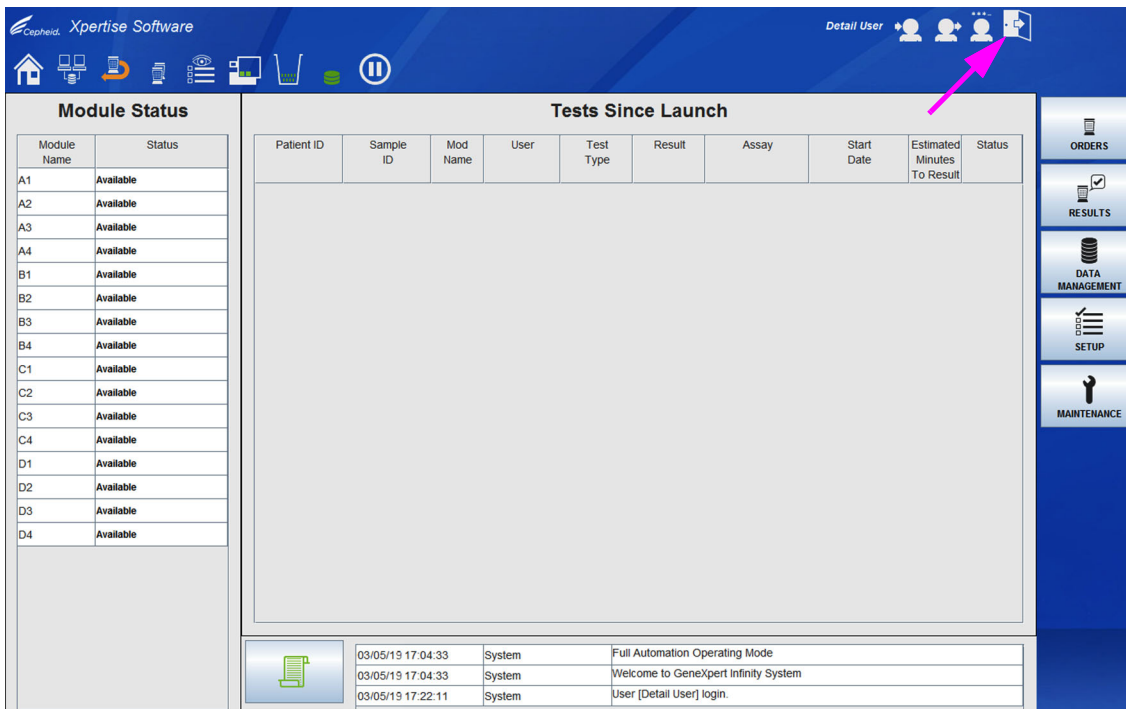
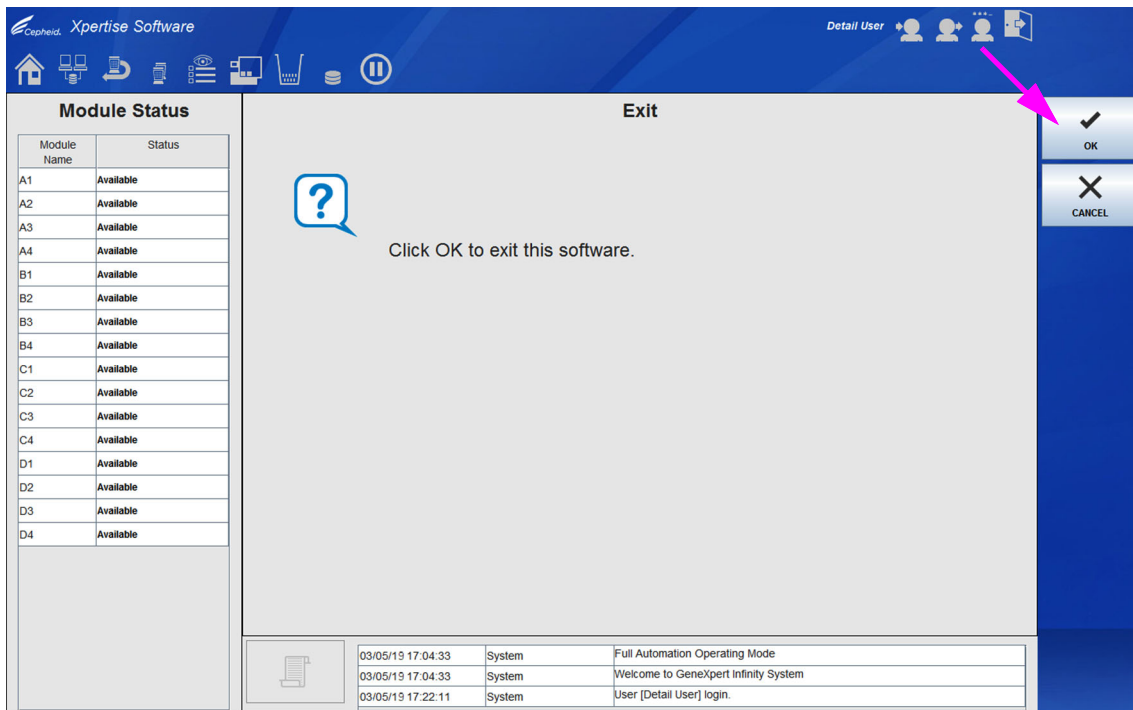

Figura 2-71. Área de trabalho inicial do software Xpertise
Figura 2-72. Confirmação da área de trabalho Exit (Sair) do software
2. Saia do software Xpertise selecionando o ícone **Exit (Sair)** localizado no canto superior direito da área de trabalho (ver Figura 2-71). Surja a confirmação de saída do software. Ver Figura 2-72.
3. Selecione o botão **OK** (ver Figura 2-72).